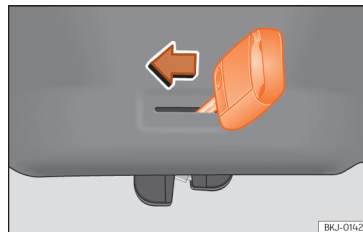

Abb. 91 Detail Gepäckraum: Notentriegelung.
- Führen Sie den Schlüsselbart in den Schlitz ein und drehen Sie den Schlüssel in Pfeilrichtung, bis sich das Schloss öffnet »» Abb. 91.